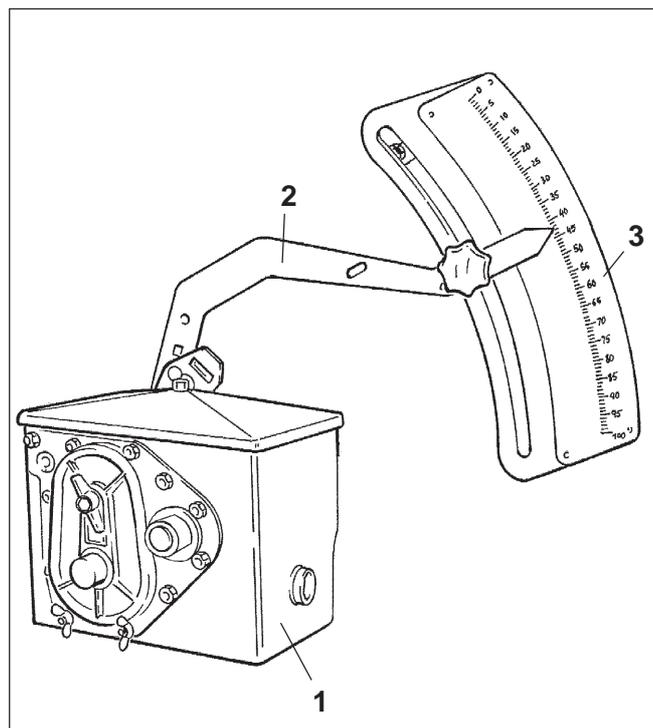

Fig. 21.1
- Mover arriba y abajo la palanca de la transmisión (fig. 21.1/2) hasta que se hagan visibles los tornillos moleteados.
La dosis deseada se regula mediante la caja de la transmisión (fig. 21.1/1).
Con ayuda de la palanca de selección (fig. 21.1/2) se puede regular de forma continua la velocidad de giro del eje de siembra y con ello la dosis. Cuanto mayor sea el valor de la posición de la palanca de selección en la escala (fig. 21.1/3), mayor será la dosis.